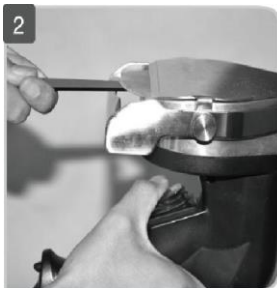

Рис.4 Заточка ножа.
Нож необходимо заточить с двух сторон, как показана на рис.4. Точильный камень необходимо расположить над или под направляющей (4). Для самого процесса заточки нажмите «Пуск» и слегка нажмите несколько раз на ручку наждака примерно на секунду (максимум на 2 секунды). Повторить до достижения необходимого результата.